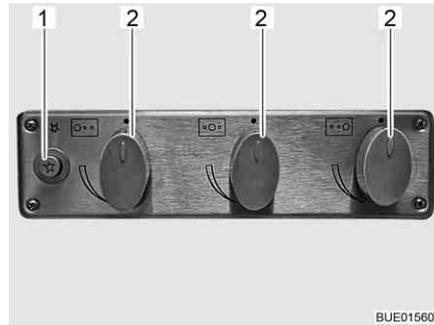

Fig. 157 Elementos de mando para la cocina de gas
- Girar el regulador giratorio (Fig. 157,2) correspondiente al quemador deseado a la posición de encendido (llama alta).
- Pulsar el pulsador (Fig. 157,1).